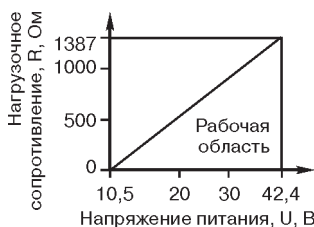

Рис.2.
**Для расходомеров на базе датчиков 3051S с опцией DA2 и преобразователей 3051SMV:** напряжение питания 12...42,4 В с минимальным сопротивлением контура питания  $R_n > 250$  Ом. Максимальное сопротивление нагрузки определяется уровнем напряжения внешнего источника питания и не должно выходить за пределы рабочей зоны, приведенной на рис.2, 3. Для обеспечения передачи данных по протоколу HART минимальное сопротивление контура должно быть не менее 250 Ом.